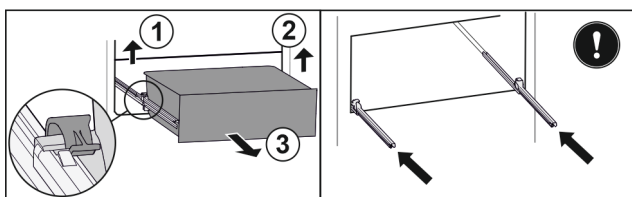

Fig. 62
- Løft venstre klemme og trekk samtidig skuffen fremover til venstre. Fig. 62 (1)
- Løft høyre klemme og trekk samtidig skuffen fremover til høyre. Fig. 62 (2)
- Ta ut skuffen framover. Fig. 62 (3)